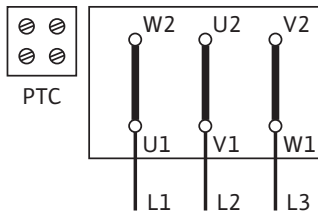

Fig. 45: Arranque Y-Δ (padrão)
O esquema de ligações elétricas encontra-se na caixa de bornes (ver também Fig. 45/46).
- A ligação de rede à placa de terminais depende da potência do motor P_2 , da tensão e do tipo de arranque. A ligação necessária das pontes de ligação na caixa de bornes deve ser consultada na listagem "Tab. 4: Ocupação dos terminais de ligação" na página 78 e na Fig. 45/46 seguintes.
Arranque Y-Δ (padrão)	Remover pontes de ligação (Fig. 45)